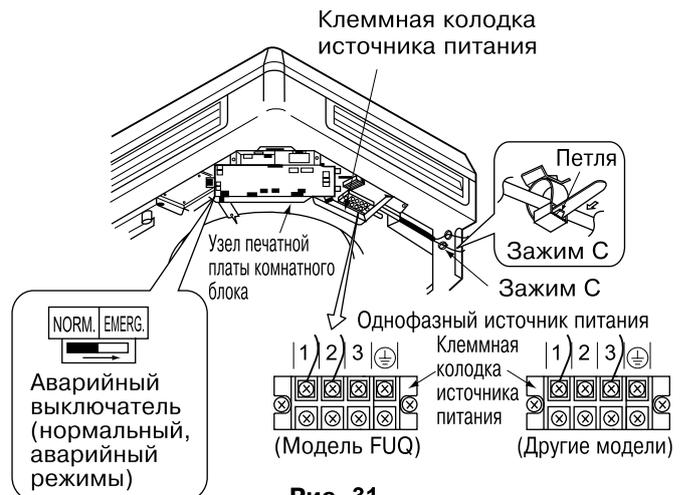

Рис. 31
- Снимите крышку блока управления и переставьте аварийный выключатель, расположенный над печатной платой комнатного блока, из положения "NORM." в "EMERG.". Подключить однофазный силовой кабель и кабель заземления к клеммной колодке источника питания (50 Гц, 220-240 В) и проверить режим потребления тока. Перед включением питания проверьте правильность установки выключателя. (См. рис. 31)